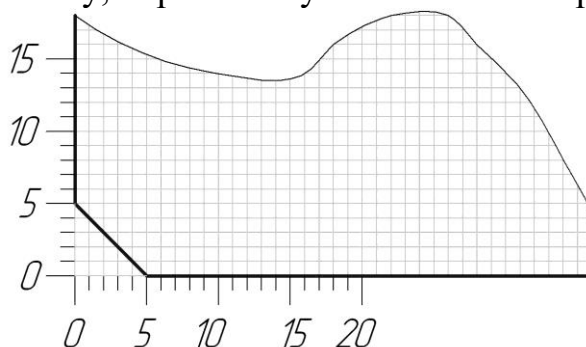

Рис. 5.3. Пример нахождения начала координат платы
- левую нижнюю точку, образованную линиями построения (рис. 5.3).